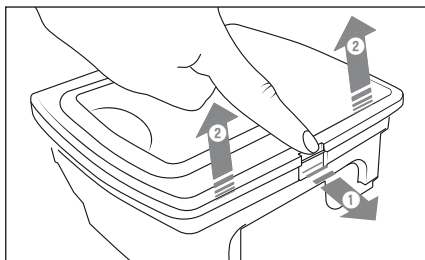

Fig. 7
- 2) Abra el bloqueo de la tapa del depósito de polvo **12** y levántela (consulte la fig. 7).